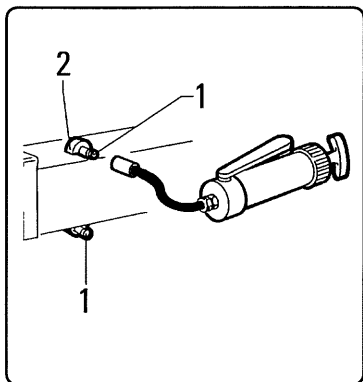

fig. 8.13.1
8.5.3 - Ingrassaggio rulli di scorrimento dei bracci stabilizzatori (fig. 8.13.1)
Attraverso l'apposito ingrassatore "1" ingrassare ogni rullo "2" di scorrimento dei bracci stabilizzatori (fig. 8.13.1). Per il tipo di grasso vedi tabella a pag. 8.25.
8.5.3 - Greasing the outrigger boom sliding rollers (fig. 8.13.1)
Grease each outrigger boom sliding roller "2" through the appropriate lubricator "1" (fig. 8.13.1). The type of grease is indicated on table page 8.25.